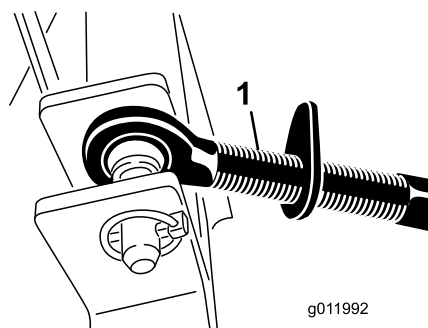

Figura 4
1. Conecte el brazo de enganche superior al soporte del soplador con un bulón y un pasador de seguridad (Figura 4).